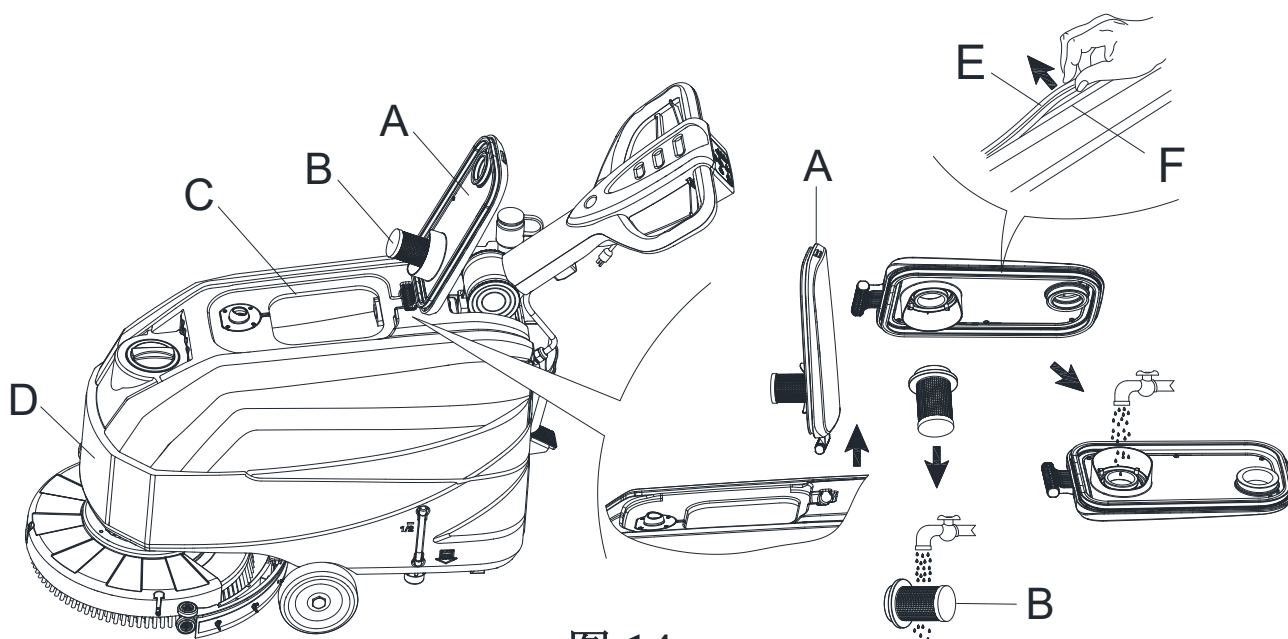

图 14
10. 将污水箱盖 (A, 图14) 旋转到90度位置垂直向上取下来, 然后从污水箱盖上取下浮球过滤装置 (B)。
11. 用清水冲洗污水箱 (C) /清水箱 (D) /污水箱盖 (A, 图14) 和浮球过滤装置 (B)。
12. 清洁干净后将浮球过滤装置 (B) 安装到污水箱盖 (A) 上。
14. 检查密封条 (E) 的承受面是否完整和足够密封。如果有必要, 把水箱密封条从槽 (F) 里取出更换。组装新的水箱密封条时, 如图14所示, 安装接头放在二边的中间区域。
15. 盖上污水箱盖 (A)。